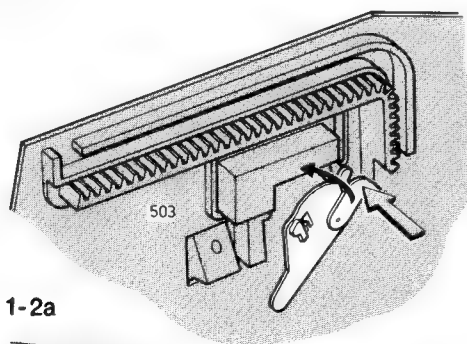

Bild 1-2a
- Den Schaltblock Pos. 230 über den Anschlag gemäss Bild 1-2a nach vorne drehen.